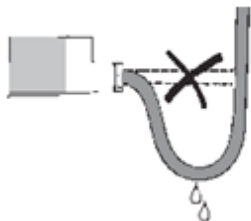

Рис.4.4.4.
4.4.4. Для предотвращения попадания влаги в штекер МВТ 5250 через кабельный ввод электрический кабель должен быть закреплен по всему диаметру и установлен так, как это показано на рис.4.4.4.